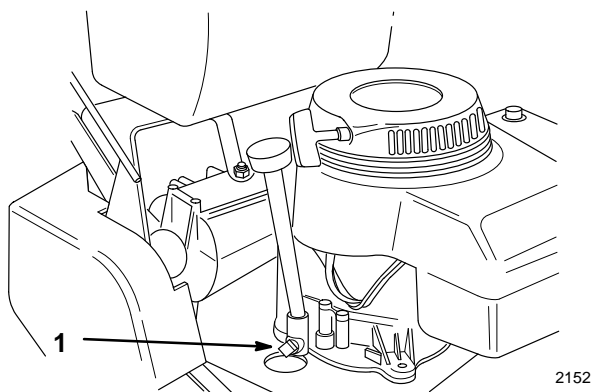

Abbildung 21
3. Ein Auffanggefäß unter den Ölablaßstutzen stellen. Ölablaßschraube entfernen (Abb. 21).